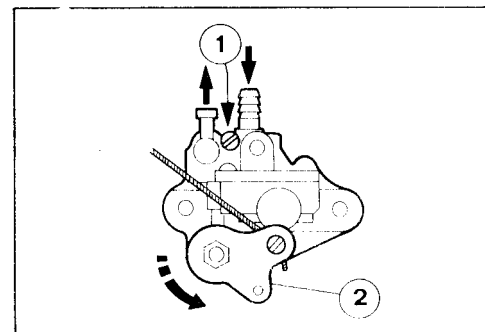

Fig. 14
**AVVERTENZA IMPORTANTE:** Nel caso si rimanesse senza olio nel serbatoio della lubrificazione separata, evitare di usare il veicolo per non danneggiare irreparabilmente il motore. Effettuare quindi lo spurgo dell'impianto (vedi "Lubrificazione separata" e fig. 14 pag. 19) dopo aver fatto rifornimento con olio specifico.
- Svitare la vite di spurgo (1-fig. 14) ed allo stesso tempo aprire completamente la leva comando della pompa (2-fig. 14) fino a far defluire l'olio, quindi serrare la vite stessa.